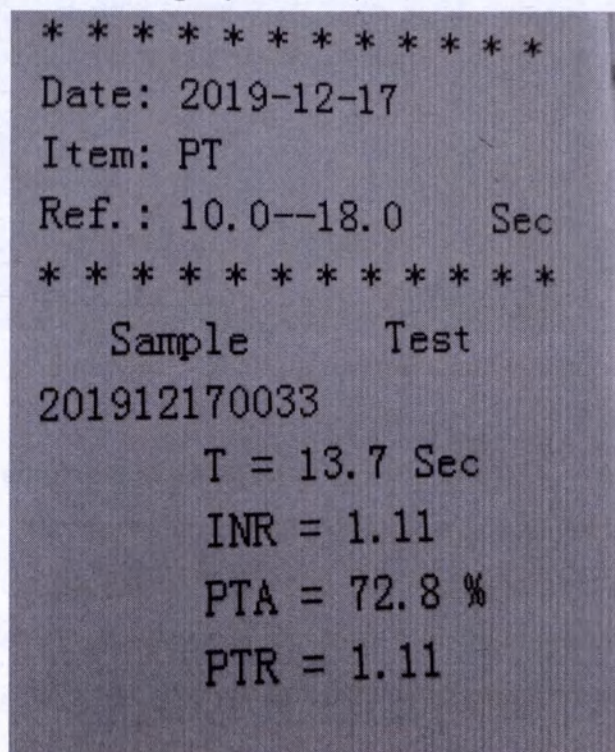

Рисунок 5-36 Пример распечатки результатов протромбинового теста (PT)
При распечатке результатов протромбинового теста (PT) показатели будут отображены в следующем виде (рисунок 5-36):